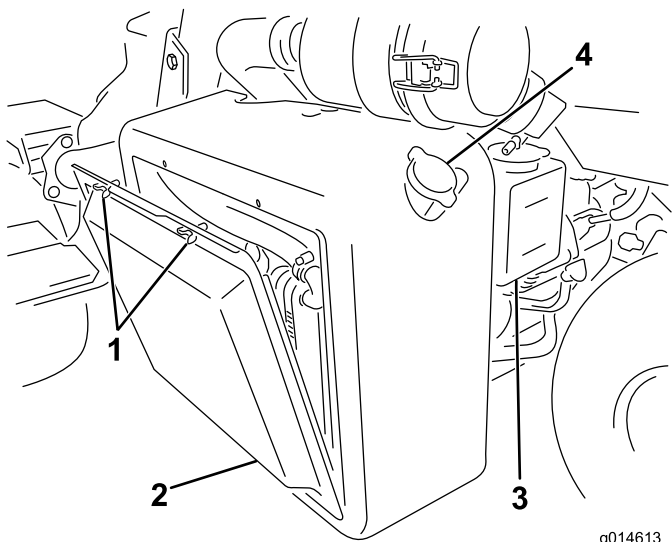
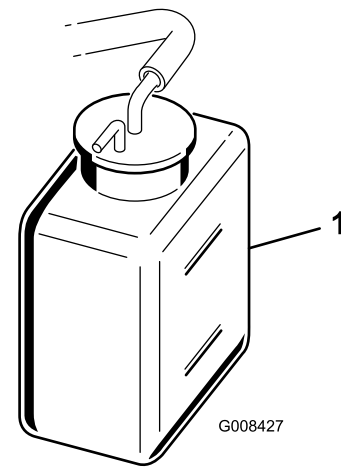

Figure 40
Figure 41
1. Retirez l'écran du radiateur (Figure 40).
2. Contrôlez le niveau de liquide de refroidissement (Figure 40 et Figure 41).